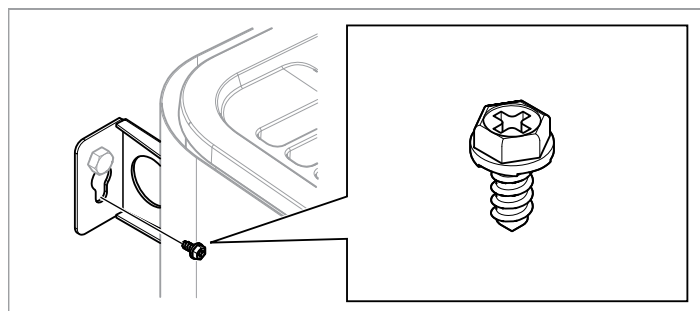

Fig 11: Vis de fixation du support
9. Immobiliser le poêle au moyen de la vis de fixation se Fig 11.